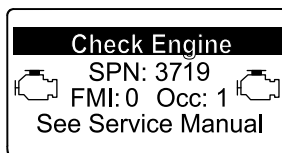

Bild 54
- Motorwarnung SPN 3719, FMI: 0 (Bild 54)